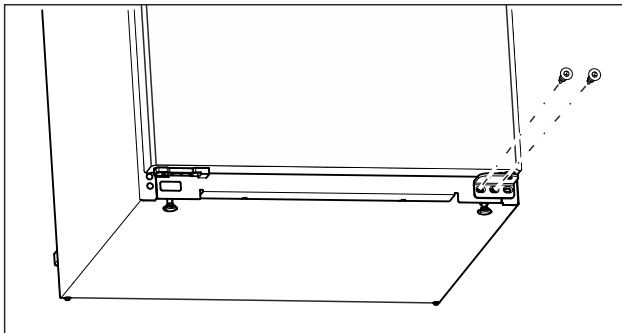

Fig. 14
- Svitare la vite centrale sul blocco inferiore di supporto con un cacciavite Torx 20. (vedere Fig. 14)
- Svitare la vite interna sul blocco inferiore di supporto con un cacciavite Torx 20. (vedere Fig. 14)